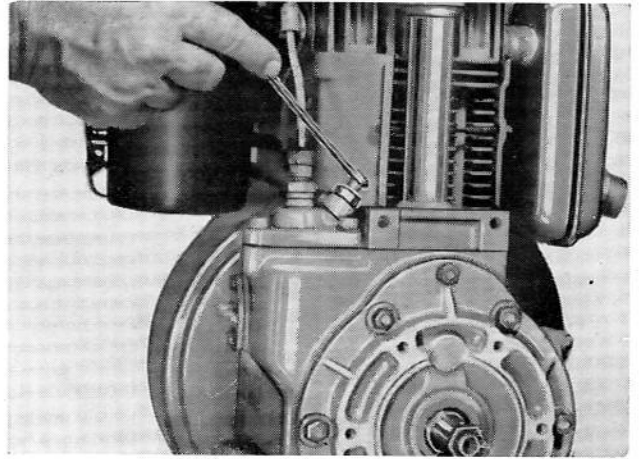

Fig. 84
- Remplir le réservoir à combustible et purger l'air du circuit à combustible, en desserrant la vis raccord sur pompe d'injection, jusqu'à obtention d'un flux continu (fig. 84).